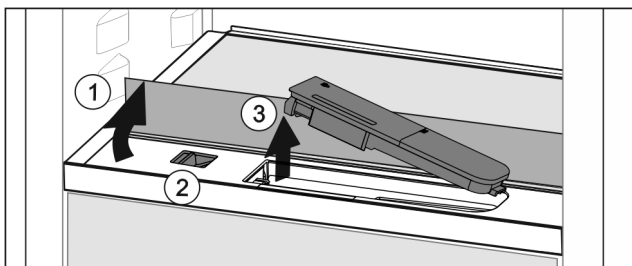

Fig. 122
- ▶ 抬起玻璃隔板，将其向后翻转至止挡 Fig. 122 (1)。
- ▶ 向左推滑块 Fig. 122 (2)。
- ▶ 取出水箱 Fig. 122 (3)。